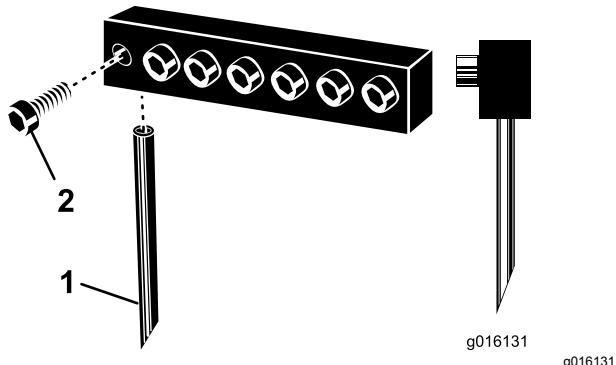

Figure 30
3. Desserrez les boulons de serrage et enlevez les louchets usagés (Figure 30).
Remarque: Positionnez les louchets creux avec la fente d'éjection à l'arrière, et les louchets pleins avec l'angle de la pointe face à la machine (Figure 30).